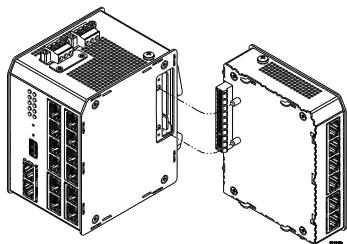

Abb. 1
- Setzen Sie die Erweiterung locker auf das Gehäuse so auf (s. Abb. 1), dass die Zapfen eingreifen